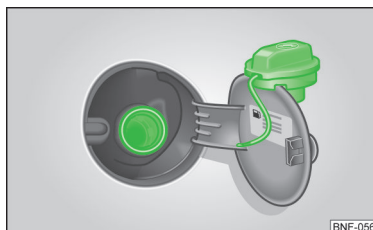

Fig. 92
Pe interiorul clapetei rezervorului este menționat combustibilul prescris pentru autovehiculul dumneavoastră » fig. 92 la pagina 105.
- Desfaceți bușonul rezervorului rotind în sens antiorar și fixați-l de sus pe clapeta rezervorului » fig. 92.